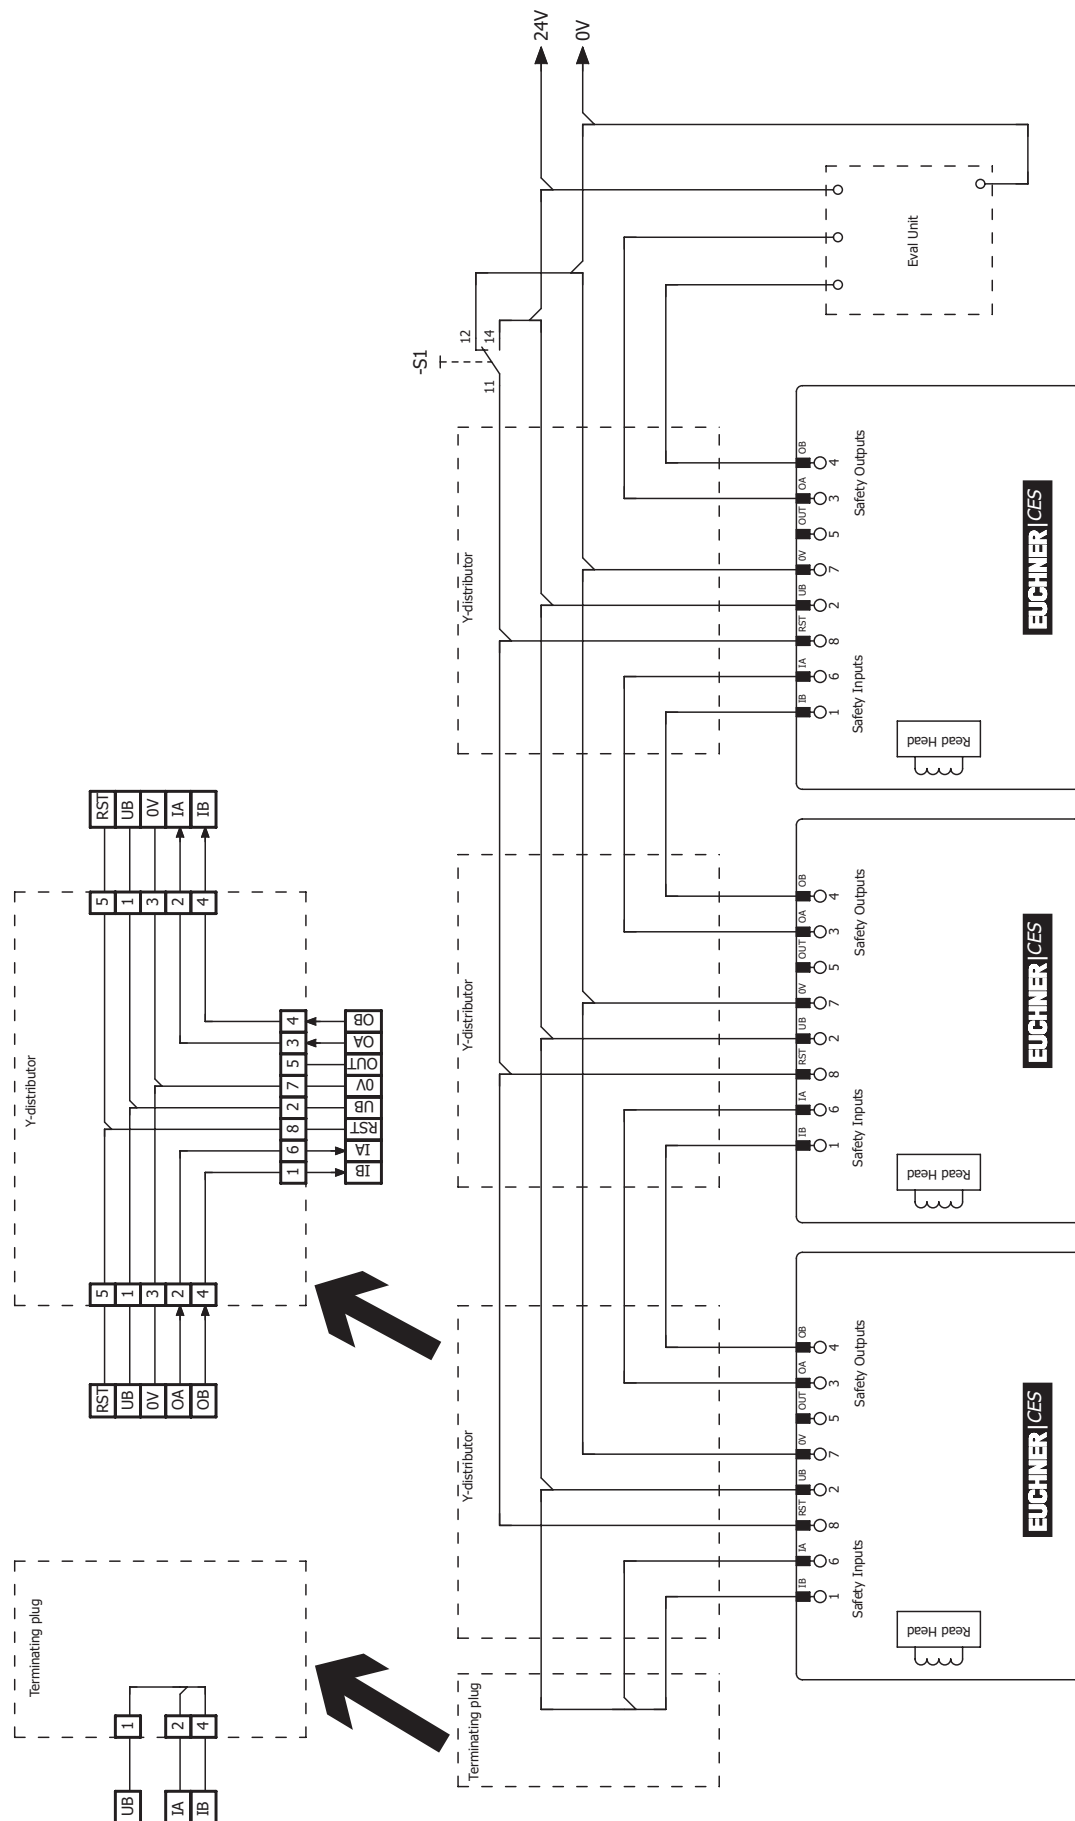

Figura 4: Esempio di collegamento in serie con reset e deviatore
- › Si dovrà utilizzare un segnale comune per tutti i finecorsa di una catena. Questo potrebbe provenire da un deviatore oppure dall'uscita di un sistema di controllo. Un pulsante, in questo caso, non è idoneo poiché durante l'esercizio il reset deve sempre essere applicato a GND (vedi finecorsa S1 alla *Figura 4 a pagina 17*).
Perché questo sia possibile l'ingresso RST deve essere collegato come illustrato alla *Figura 4 a pagina 17*.